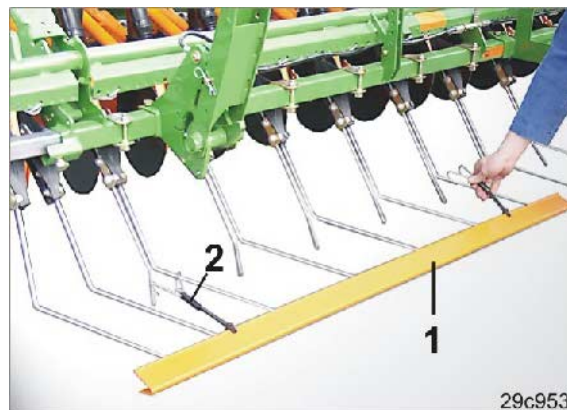

Рис. 200
1. Наденьте двухсекционную транспортную защитную накладку (Рис. 200/1) на кончики зубьев выравнивателя типа «Ехакт».
2. Закрепите транспортную защитную накладку на выравнивателе пружинными держателями (Рис. 200/2).